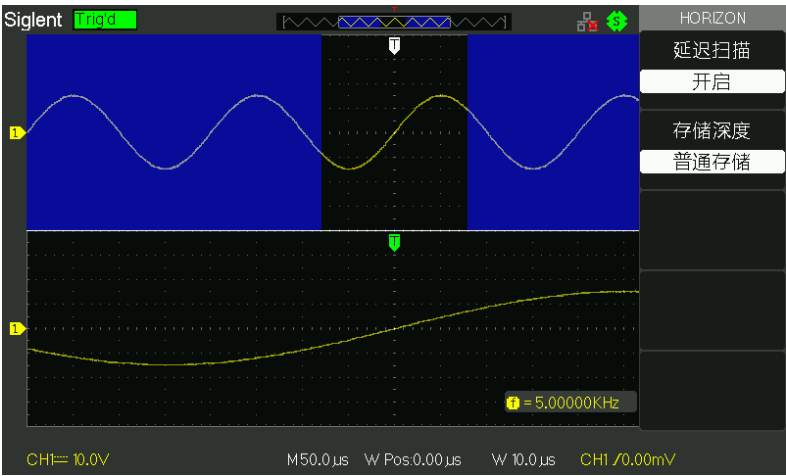

图 2-19 HORI MENU 菜单
3. 旋转【S/div】旋钮（调节窗口的大小）和旋转水平【POSITION】旋钮（调节窗口的位置）选定您要观察的波形的窗口如图 2-19 所示，窗口时基不能慢于主时基。